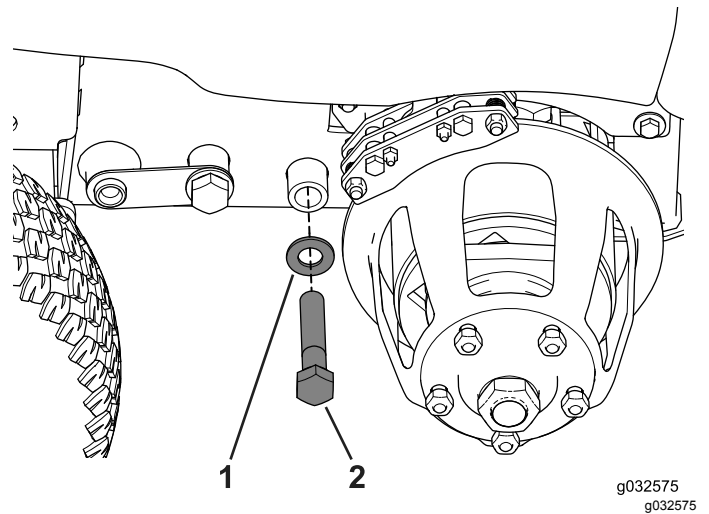

Bild 116
4. Entfernen Sie die Schrauben und Scheiben, die den hinteren Hülen am nächsten sind (Bild 116).